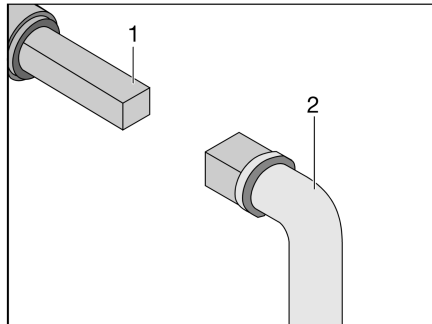

Fig. 353 Manejo del grifo para la eliminación de aguas residuales
- Insertar la llave (Fig. 353,2) en el cuadrado (Fig. 353,1).